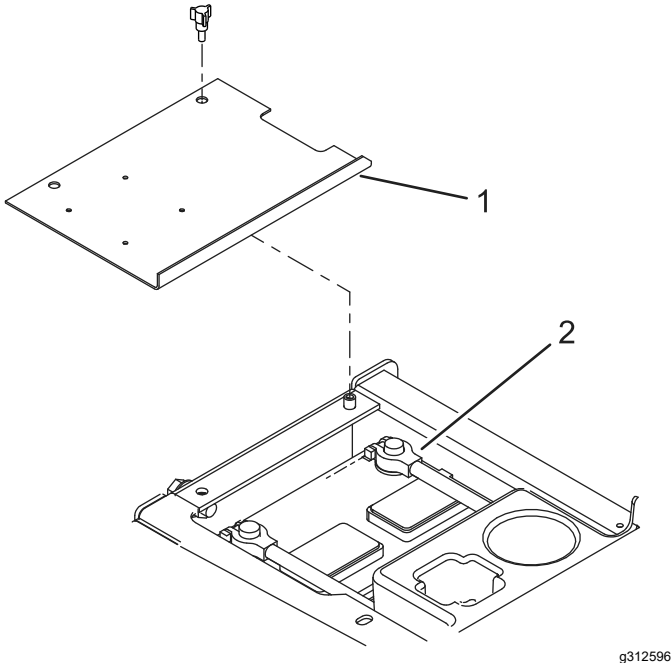

Figura 1
1. Retire la tapa de la caja de la batería (Figura 1).
2. Desconecte el cable negativo (-) de la batería (Figura 1).
15. Instale la cubierta de la caja de la batería (Figura 1).